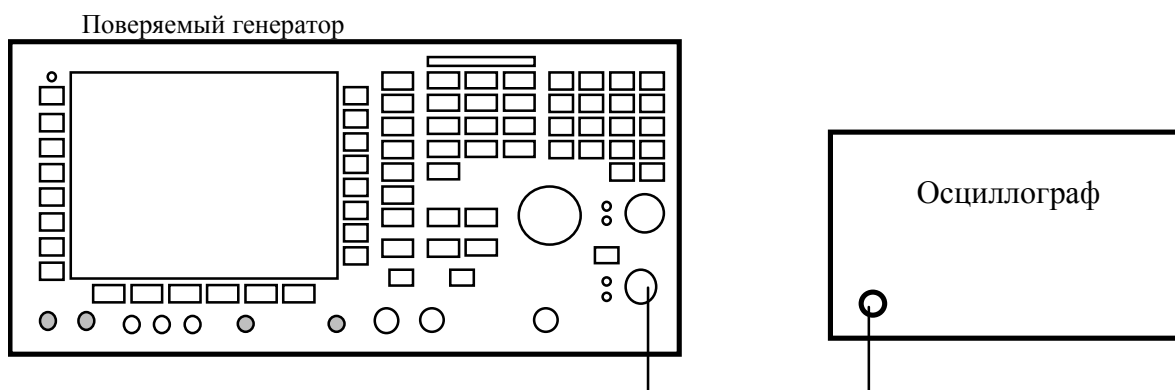

Рисунок 4 - Определение длительности фронта и среза импульса
7.3.8.1 Поверяемый генератор подключить к осциллографу (см. рисунок 4) с помощью 50-омного BNC кабеля.